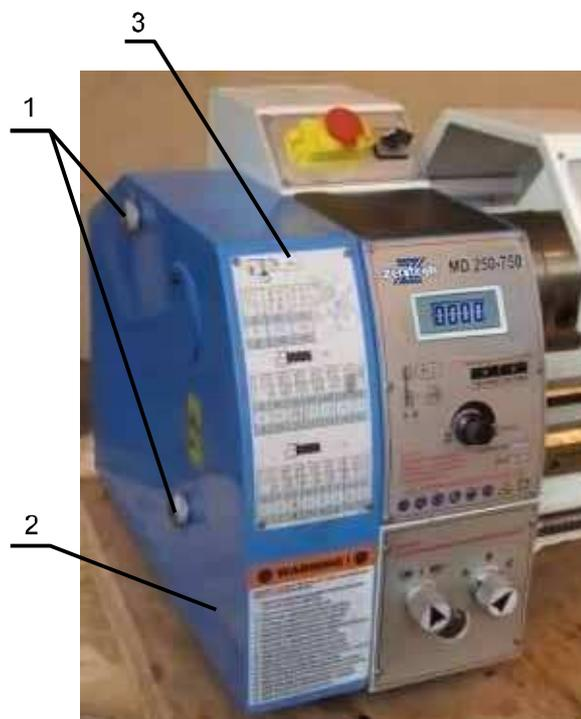

Рисунок 13
- Отвинтите две гайки 1 (рисунок 13) и снимите защитный кожух 2 (рисунок 13).
Используйте таблицу резьб и подач 3 (рисунок 13), имеющуюся на станке, для выбора подачи или шага резьбы. Подберите передаточные зубчатые колеса в последовательности, необходимой для получения нужной подачи или шага резьбы, если имеющаяся регулировка не соответствует требумой.
- Сверните две гайки 1 (рисунок 13) и снимите защитный кожух 2 (рисунок 13).